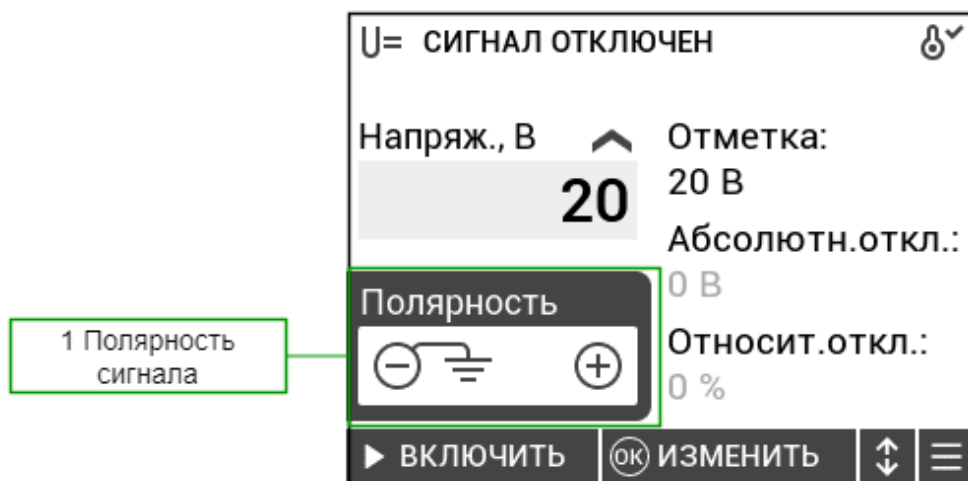

Рисунок 9 – Полярность сигнала
2.8.3.1 В режимах «U=» и «I=» сигнал имеет параметр «Полярность» (рисунок 9).